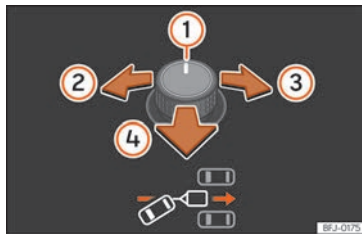
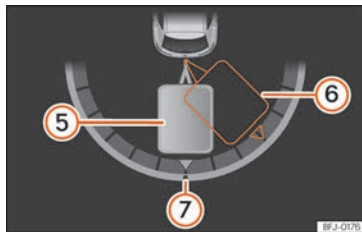

Abb. 147 Drehknopf für die Außenspiegel: Ausrichtung des Anhängers einstellen.
Abb. 148 Bildschirm des Kombi-Instruments: Rückwärtsfahren.
Legende zu **»»» [Abb. 147]** , **»»» [Abb. 148]**:
- Drehknopf kippen, bis die gewünschte Richtung erreicht ist **»» [Abb. 147]**. Am Bildschirm des Kombi-Instruments erscheint zur Orientierung eine Darstellung des Gespanns in der aktuellen Position **»» [Abb. 148]**.